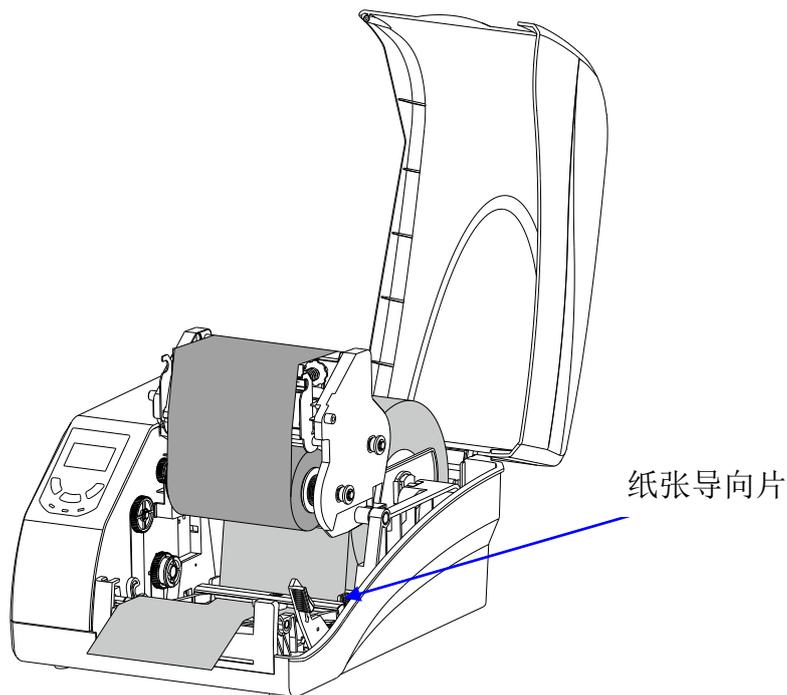

图 2-14 移动纸张导向片
4. 拉出标签纸，其从打印胶辊上面通过，并按刻度尺居中定位。移动纸张导向片，使其靠紧标签纸，但不能挤压使其变形。如图 2-14 所示。